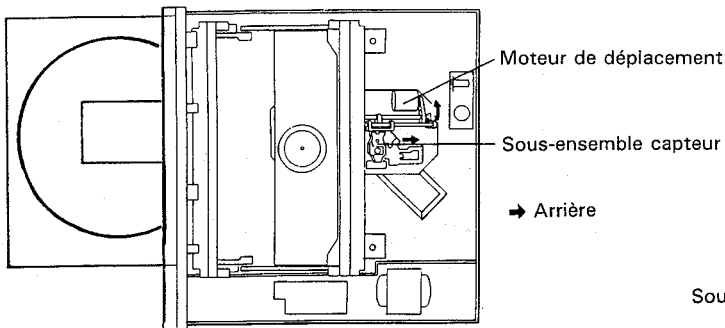

Fig. 2
3. Amener le sous-ensemble capteur dans la position illustrée par la figure 2.